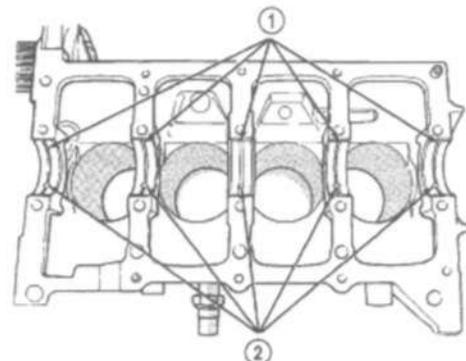

Рис. 44 Установка верхнего вкладыша коренного подшипника 1 – СМАЗОЧНЫЕ КАНАВКИ. 2 – МАСЛЯНЫЕ ОТВЕРСТИЯ
- (1) Установить вкладыши коренных подшипников со смазочной канавкой на блок цилиндров (Рис.44).
(2) Убедиться, что масляные отверстия блока соосны относительно масляного отверстия подшипника, а пластины подшипника сидят в специальных прорезях блока.